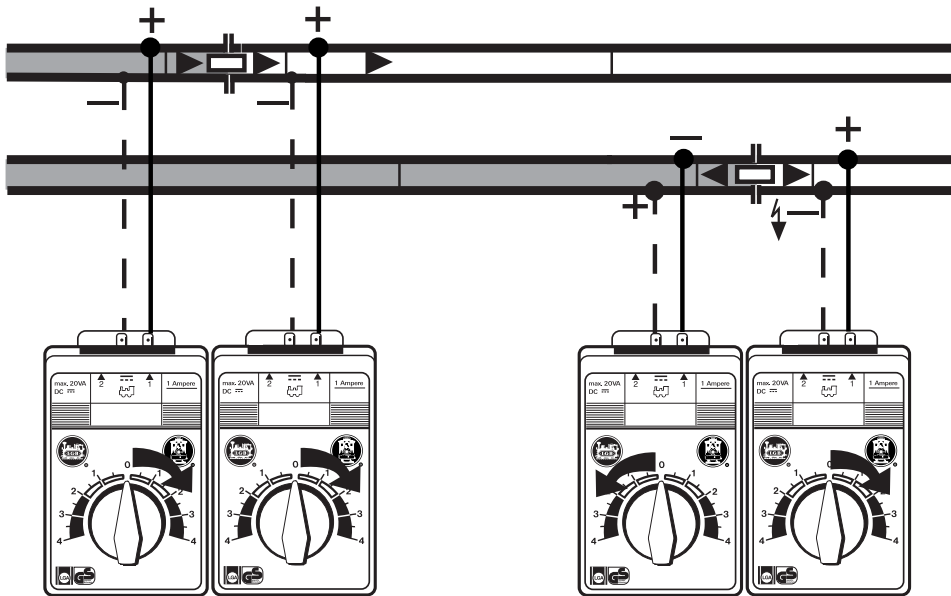

Bild 3, Ill. 3, Fig. 3
- Mit einem Trenngleis (10152) und zwei LGB-Trafos können Sie zwei isolierte Streckenabschnitte bauen. Dann können Sie zwei Loks unabhängig voneinander fahren lassen (*Bild 3*).
- À l'aide d'une voie de séparation (10152) et de deux transformateurs LGB, vous pouvez constituer deux sections de ligne isolés. A présent, vous pouvez faire rouler deux locomotives simultanément et les commander indépendamment l'une de l'autre (*Fig. 3*).